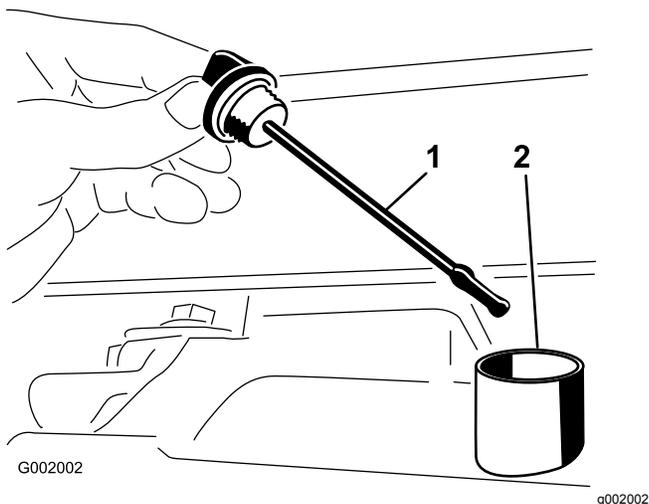

Figura 52
2. Retire a vareta da transmissão e limpe-a com um pano limpo (Figura 52).